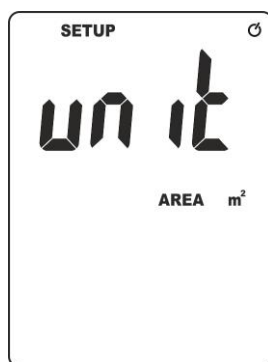

Fig. 3: Impostazione unità di misura area del condotto
2. Premere a lungo (>2s) il tasto /**SET** per entrare nel modo impostazione. La videata con l'indicazione della unità di misura dell'area del condotto correntemente impostata è mostrata a display (vedere Fig. 3)